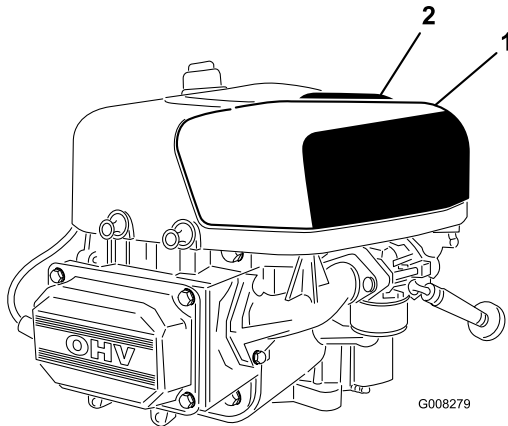

Bild 20
2. Ziehen Sie den Griff an der Luftfilterabdeckung hoch und drehen Sie ihn in Richtung des Motors (Bild 20).